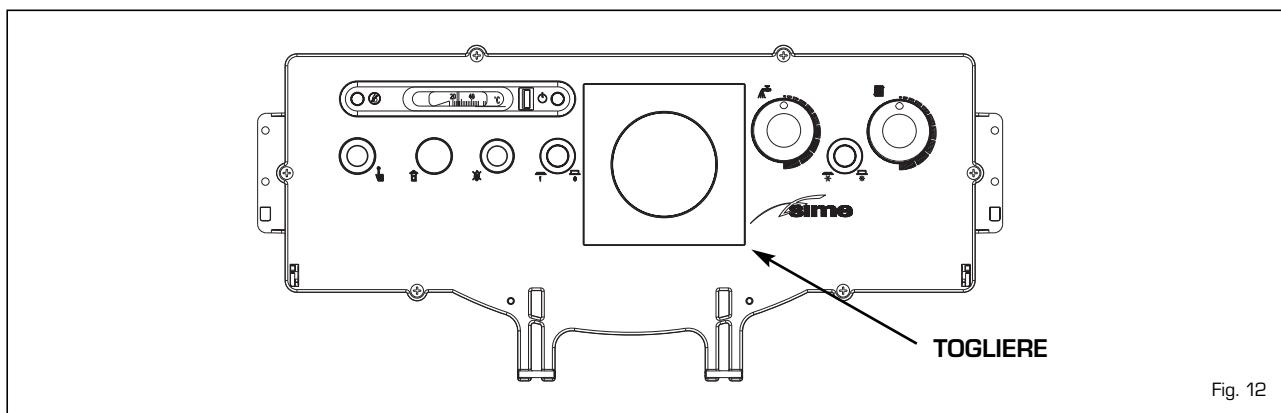

Fig. 12
4.1 CENTRALINA OPTIONAL RVA 43.222 (fig. 12)
Il pannello di comando consente l'utilizzo della centralina RVA 43.222 (cod. 8096303), fornita in un kit a richiesta e corredata di foglio istruzioni per il montaggio (fig. 12).